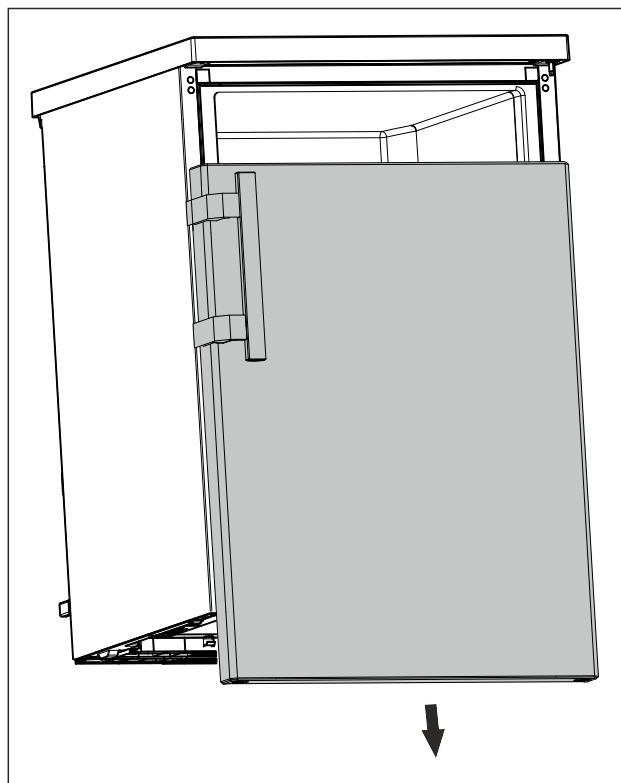

Fig. 15
- ▶ Zdjąć drzwi w dół. (patrz Fig. 15)